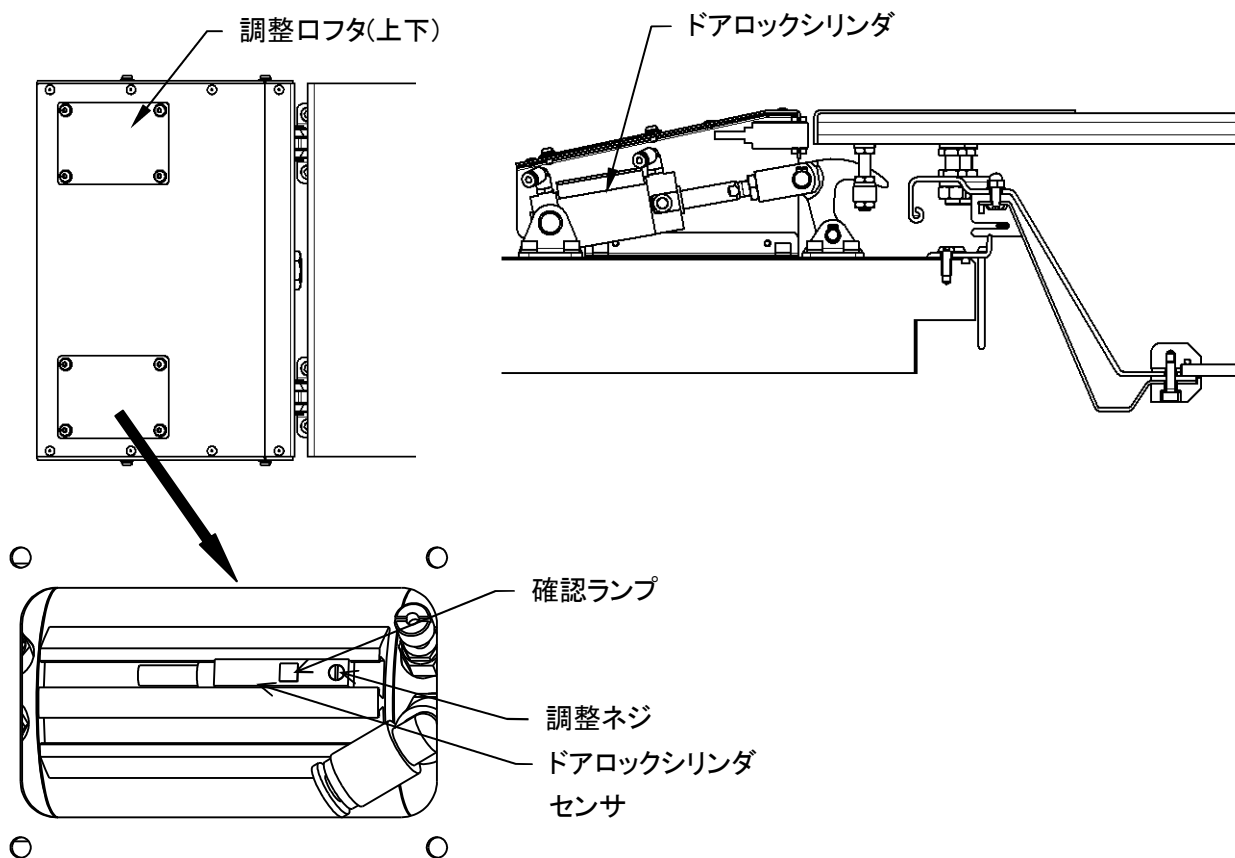

図 8-12
- ・ ドアを完全に閉めた時、ドアロックシリンダが作動し、ドアロックが掛ればドアセンサは正常です。(図 8-12)
### 8. 3.7 ドアロックシリンダセンサ調整(図 8-12)
2) 調整 (図 8-12)